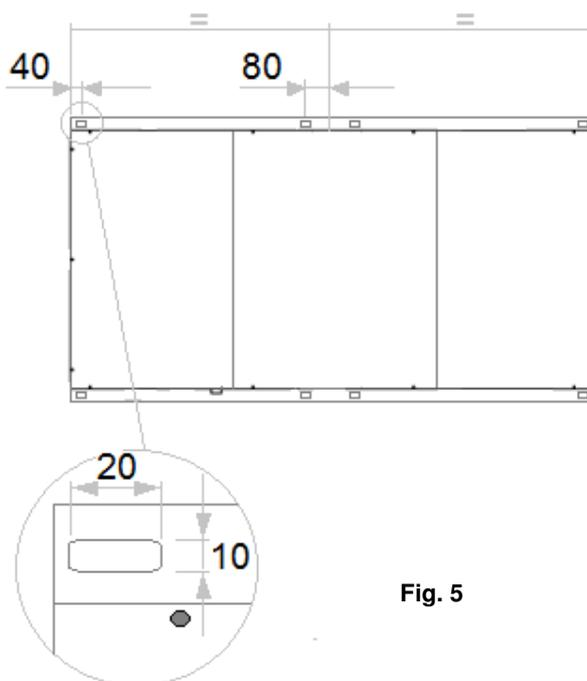

Fig. 5
- La estructura que sostiene la unidad (y sus eventuales accesorios) debe ser idónea para soportar el peso; las posiciones de los puntos de anclaje están indicados en la **fig. 5**.